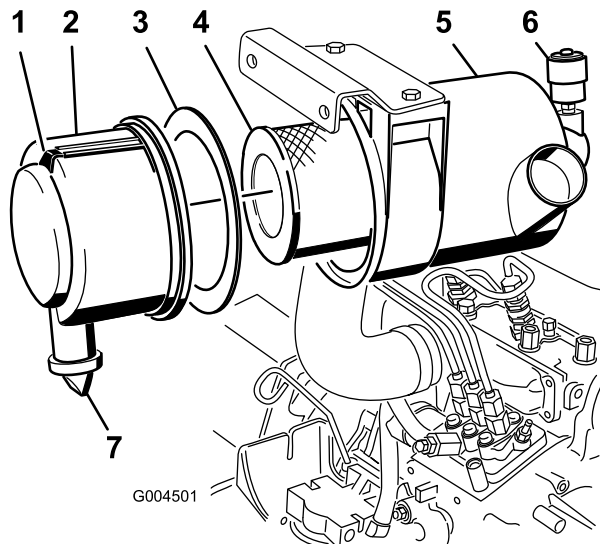

Figura 45
- Efectue a manutenção do filtro de ar quando o indicador do filtro de ar (Figura 45) ficar vermelho ou a cada 400 horas (com maior frequência em condições de trabalho muito sujas ou poeirentas). Não efectue a manutenção do filtro de ar com demasiada frequência.
1. Puxe o trinco para fora e rode a cobertura do filtro de ar no sentido contrário ao dos ponteiros do relógio (Figura 45).
2. Retire a cobertura do corpo do filtro de ar (Figura 45).
4. Retire e substitua o filtro primário (Figura 45).
6. Certifique-se de que a junta de espuma está no lugar na tampa e de que não está rasgada nem danificada (Figura 45). Se estiver danificada, substitua-a.
- A. Limpe a válvula de saída de borracha da tampa (Figura 45).
10. Reinicie o indicador (Figura 45), se este estiver vermelho.